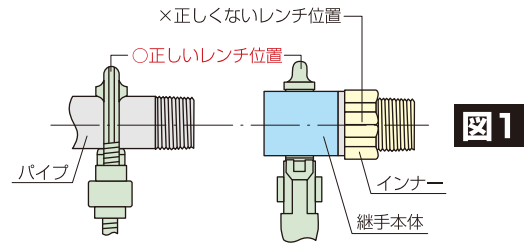

図1
- 1.パイプとの接続、位置合わせの際には、必ずパイプと継手本体にパイプレンチをかけて施工して下さい。(図1)
異種金属接触防止形コア継手（CDコア）の接続は、8ページ（図1・2）を参照して下さい。